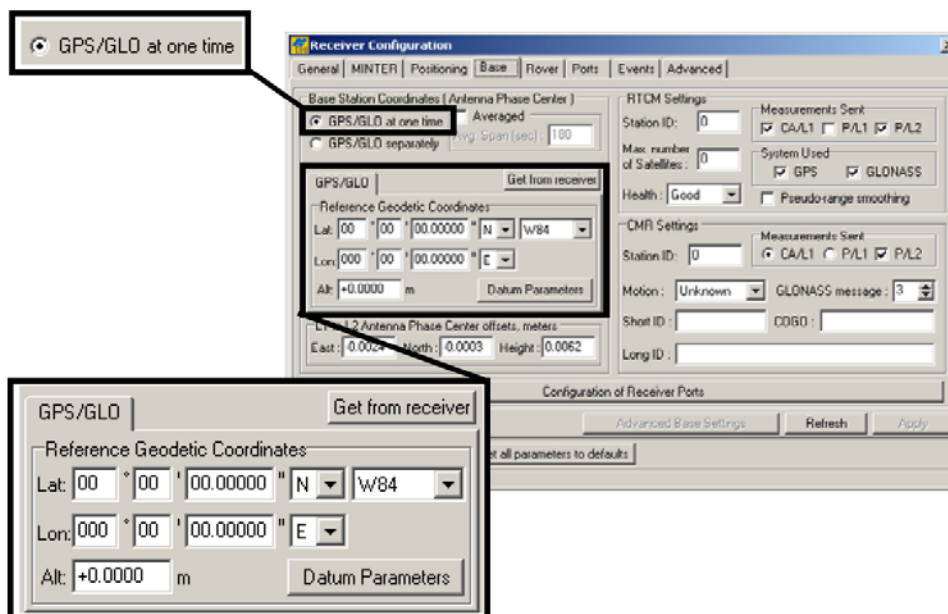

Рисунок 3-12. Настройка базовой станции
9. Для базового приемника выберите вкладку **Base (Базовый)**, произведите установку перечисленных ниже параметров (см. рис. 3-12 на стр. 3-16), после чего щелкните на кнопке **Apply (Применить)**.